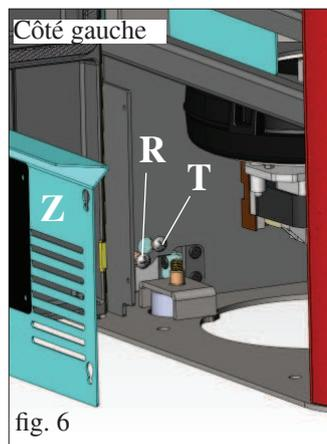

fig. 6
Monter le coude de raccord avec le collier fournis sur le raccord du limaçon des fumées (D - fig.5). Relier le tuyau de fumée latérale (non fourni) au coude de raccord susmentionné. Retirer le diaphragme prédécoupé du côté latéral en tôle pour permettre le passage du tuyau de sortie des fumées (non fourni) (fig. 5). Compléter l'opération en fixant la rosace de fermeture fournie (E - fig. 6) au moyen des vis fournies, après avoir remonté le côté en métal.
Vérifier l'alignement vertical des côtés en céramique (C) et effectuer d'éventuels réglages au moyen des vis situées au-dessus du top (V - fig. 5) et à l'intérieur du poêle au moyen des vis (R - fig. 6/7)
**N.B. : avant d'effectuer l'opération, retirer le panneau zingué (Z - fig. 6/7) sur les deux côtés et desserrer les vis de blocage (T - fig. 6/7).**